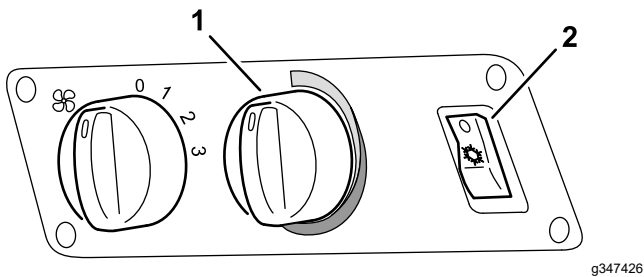

Figura 29
2. Pida que otra persona se siente en el asiento del operador, gire el control de temperatura a la posición de frío y pulse el interruptor del aire acondicionado a las posiciones de ACTIVADO y DESACTIVADO (Figura 29).
4. Pulse el interruptor del aire acondicionado en la posición de (Figura 29) DESACTIVADO.